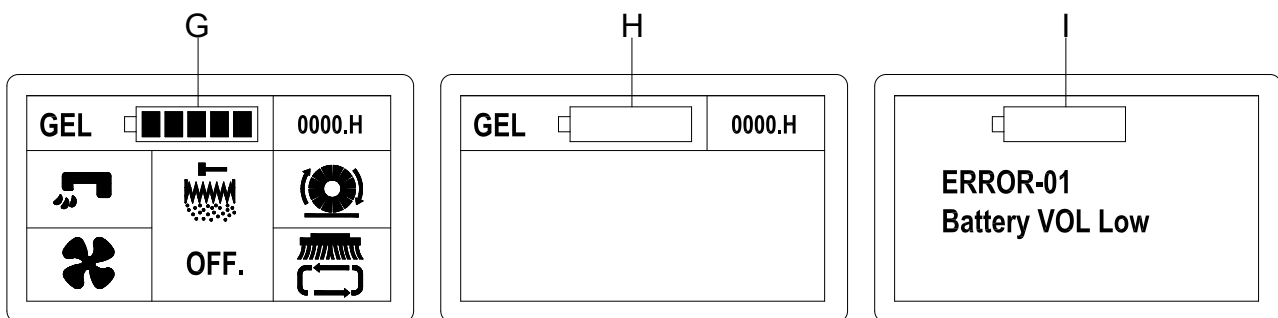

Figura 8
1. Când indicatorul bateriei este plin (G, Figura 8), bateriile sunt încărcate complet.
2. Când indicatorul bateriei indică nivel scăzut (H, Figura 8), bateriile trebuie încărcate. După câteva secunde de la afișarea nivelului scăzut al bateriei, motoarele periei principale/periei laterale/aspiratorului/pompei/agitatorului de filtru sunt oprite automat, în timp ce sistemul motor rămâne pornit. Deplasați mașina imediat la locul destinat reîncărcării bateriei.
3. Când tensiunea bateriei este foarte scăzută, pe ecran va pălpa un avertisment de atenționare „Battery VOL Low” (Volum baterie scăzut) (I, Figura 8). Motoarele periei principale/periei laterale/aspiratorului/pompei/agitatorului de filtru sunt oprite automat, iar sistemul de acționare este, de asemenea, oprit pentru a proteja bateriile.